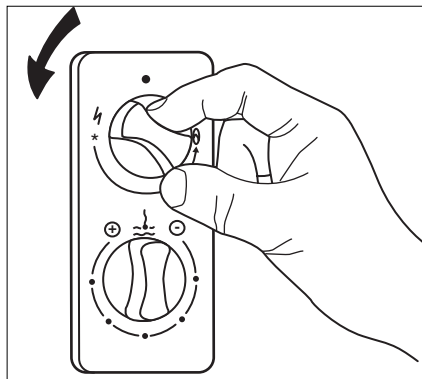

Fig.17
2) Tournez le bouton (10) dans le sens de la flèche. Le déclic en face du repère ⚡ (allumage Piézo) provoque l'étincelle d'allumage de la veilleuse (fig. 17)